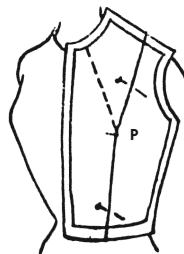

Рис. 112
3. Зафиксируйте лекало на бюсте фигуры (см. рис. 112) и начертите новую вытачку, идущую наискось от наиболее выступающей точки груди P к горловине (пунктирная линия).
Когда вы работаете в натуральную величину, логично применять и манекен в натуральную величину. Однако иногда проще чертить на себе самой, если речь идет о лекале по вашим меркам или меркам других людей. Каково бы ни было базовое лекало, способ следующий: если вы обычно чертите правой рукой, переверните лекало, чтобы оно легло на левую сторону груди; если вы левша, оставьте лекало справа. Приложите его к своему телу, совместив точку Р с выступающей точкой груди, закрепите булавками, как показано на рис. 112. Встаньте перед зеркалом и наметьте карандашом новую вытачку мелким пунктиром.